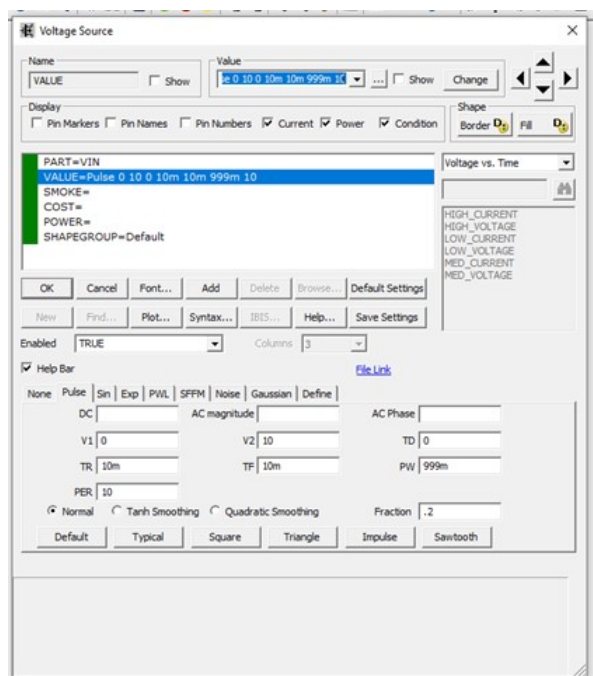

Рис. 3.5
2.4. Поменяйте параметры источника как показано на рис. 3.5. Запустите расчет переходных характеристик – **Analysis→Transient...** (Alt+1) и нажмите кнопку **Run**. Получившиеся графики сохраните в отчет.